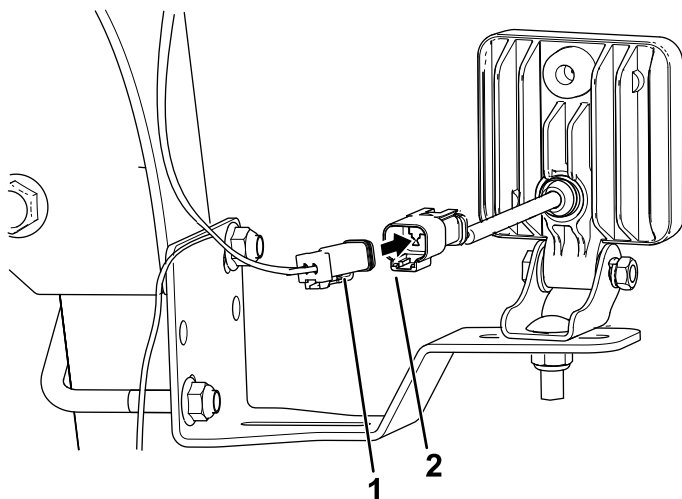

Рисунок 19
1. В месте расположения осветительного прибора над переключателем освещения подсоедините 2-гнездовой соединитель жгута проводов к 2-штыревому соединителю светодиодного осветительного прибора (Рисунок 19).
2. С другой стороны машины подсоедините 2-гнездовой разъем жгута проводов к 2-штыревому разъему светодиодного осветительного прибора (Рисунок 19).